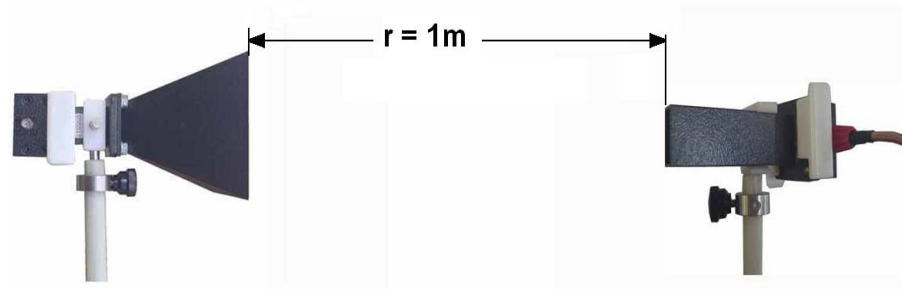

Figura 2.8 Antena guía de ondas abierta polarizada horizontalmente
L. Orienté las antenas y verifique que estén separadas un metro (ambas antenas quedan con polarización horizontal). Tal como se muestra en la Figura 2.8